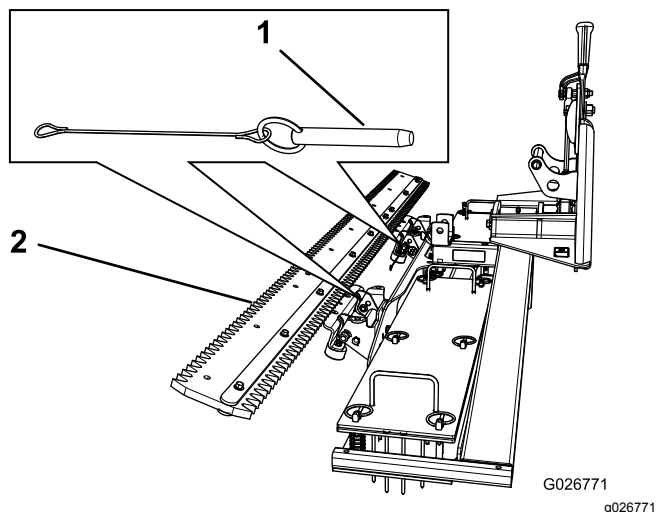

Figura 11
1. Rimuovete i 2 cavallotti con perno (Figura 11).
2. Inclinate il sistema di grooming verso l'alto, quindi inserite i cavallotti con perno per fissarlo in quella posizione (Figura 11).